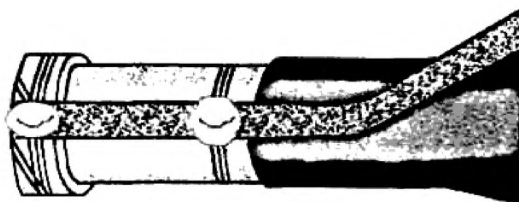

Рис.12. Пайка (провод заземления должен припаиваться одновременно на обе бронеленты)
- произвести пайку (провод заземления должен припаиваться одновременно на обе бронеленты) (рис. 12);